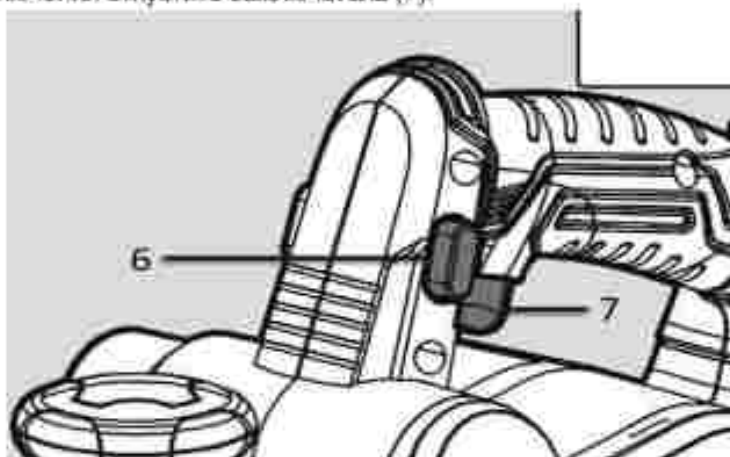

Рис. 8
ПРЕДУПРЕЖДЕНИЕ! Перед подключением аккумулятора к инструменту всегда проверяйте, что выключатель 7 (рис. 8) и кнопка блокировки от случайного включения (6) работают должным образом. Перед включением убедитесь, что ножевой барабан или лезвие ножа не соприкасаются с какой-либо поверхностью.